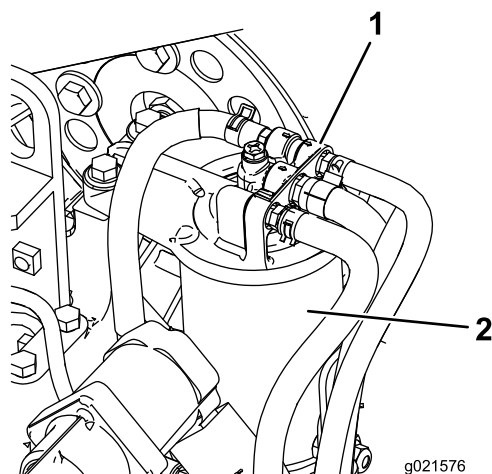

図 70
1. 燃料フィルタのヘッドの周囲をきれいに拭く 図 70。
2. フィルタを外してフィルタヘッドの取り付け部をきれいに拭く 図 70。